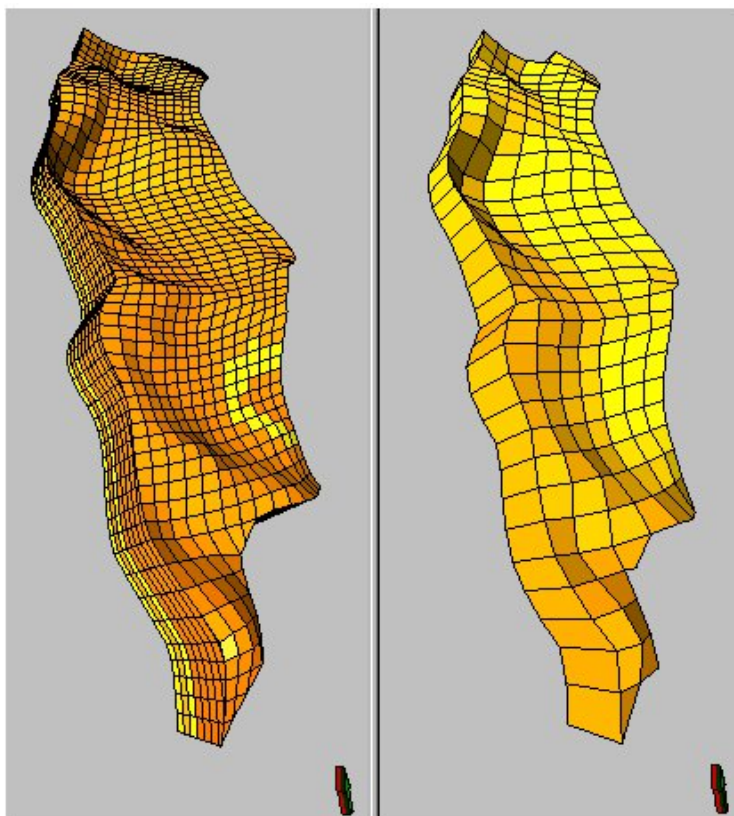

Рисунок 25. Геологическая (слева) и перемасштабированная (справа) сетка со свойствами
-  *Scale Up Properties (перемасштабировать свойства):* выполняется перенос свойств (пористости, проницаемости и т.д.) из мелкого грида в более грубый грид, выбираются подходящие алгоритмы осреднения для каждого свойства (рис. 25).